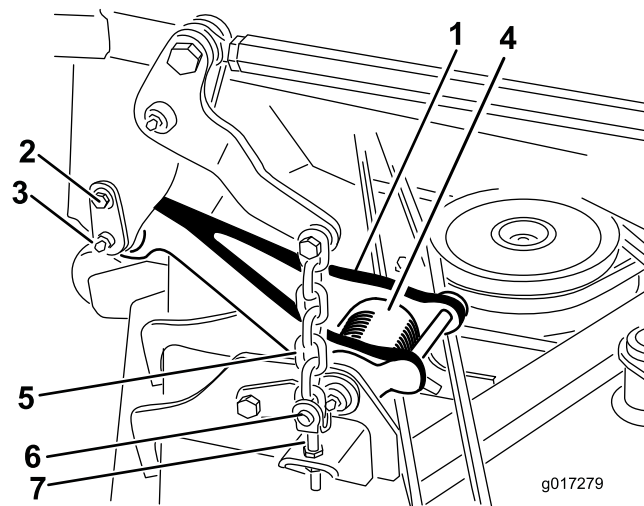

图 4
注意 当滚刀组处于升起位置时拉杆扭转弹簧张紧力 图 4 会减小使拉杆更易于从机器上断开。
2. 从机器两侧断开拉杆 图 4。
- A. 卸下将固定销固定到承载架的轴肩螺丝 图 4。
- B. 小心将固定销从承载架滑动到拉杆 图 4。
- 卸下将提升链固定至除草机调节挂钩的 4 个环形销和柱销图 4。
- 用 4 个柱销和环形销将滚刀组提升链固定至除草机调节挂钩图 4。
- 将拉杆与承载架对齐并用固定销连接拉杆图 4。用轴肩螺丝将固定销固定到机架图 4。